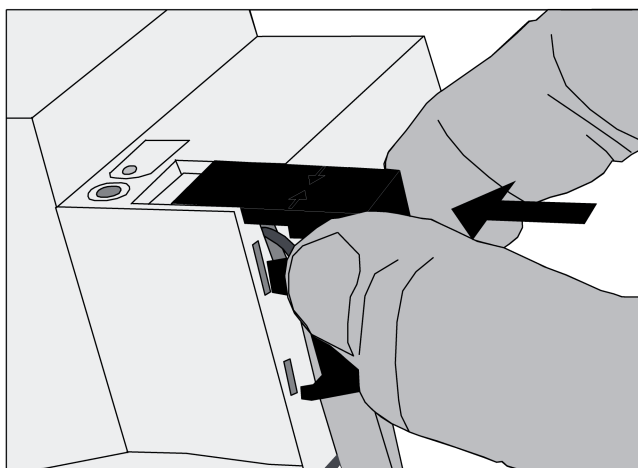

Рисунок 4: Установка защитной крышки
- Вставить защитную крышку поверх клеммы шины и зафиксировать со щелчком (рисунок 4).